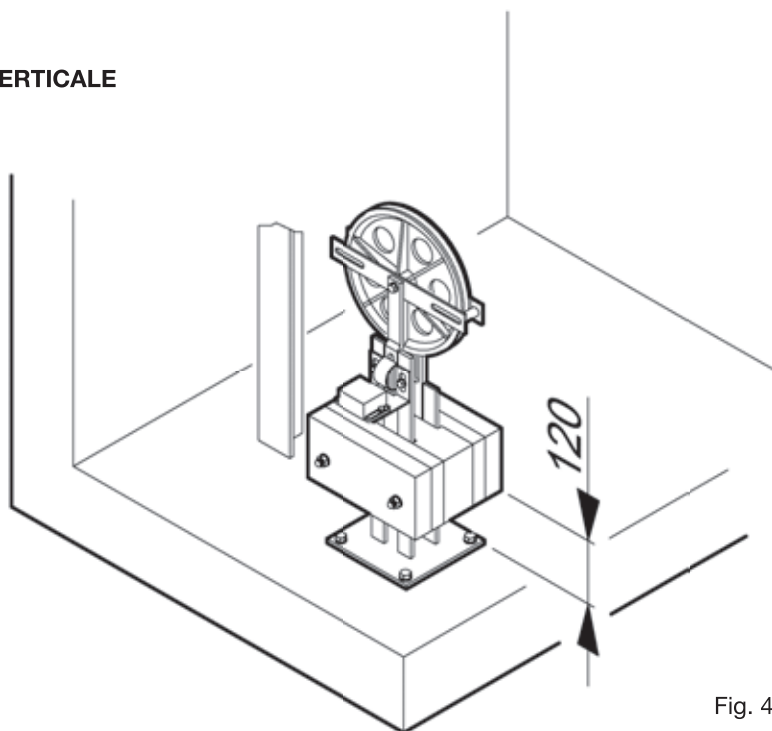

Fig. 4
- Fissare la piastra di guida del contrappeso in modo tale da ottenere un allineamento perfetto tra la puleggia del limitatore e la puleggia del tenditore (fig. 4).
- Supportare il contrappeso fino al raggiungimento di un'altezza di ca. 120 mm dal fondo del pozzo (valore approssimativo) (fig. 4).